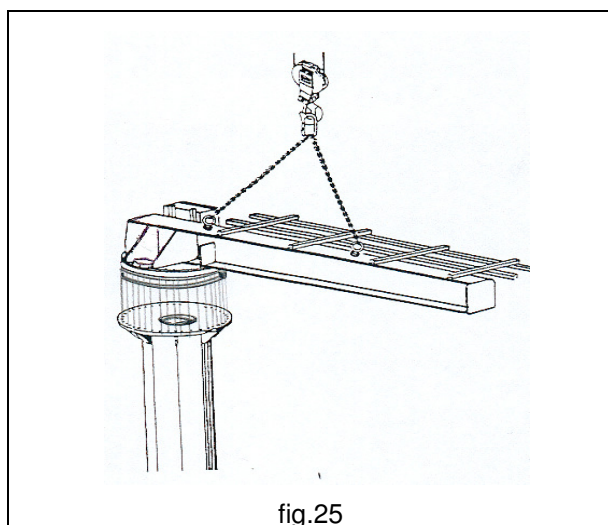

fig.25
5. Appoggiare la ralla sulla flangia di accoppiamento predisposta all'estremità della colonna facendo coincidere le forature tra flangia e ralla. (fig.25)